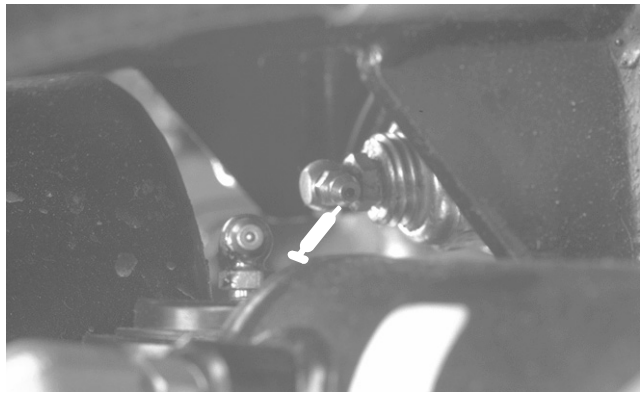

Figure 40
- Pivot d'essieu arrière (Fig. 40)